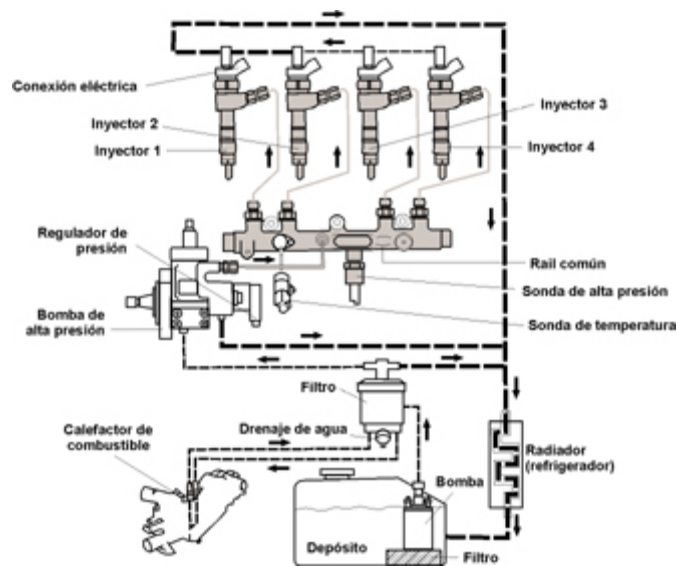

Fig. 43
- **Common rail o sistema de inyección de tubería común (fig. 43)**